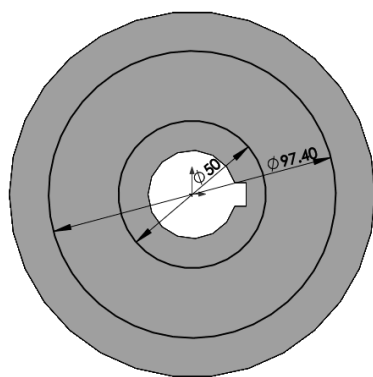

图 9-85 绘制侧面轮毂切除-拉伸草图
- [2] 在右视基准面中，绘制侧面轮毂切除-拉伸草图，如图 9-85 所示。